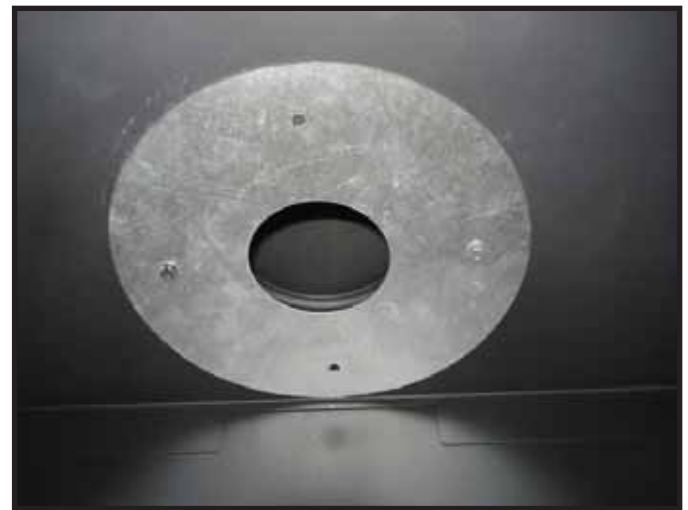

Fig. 7.7 Installasjon av eksosinnskrenker
3. Bruk (2) 1,3 selvborende skruer for å feste ventilinnskrenkeren til forbrenningsboksens varmeskjold. Se Fig. 7.7.